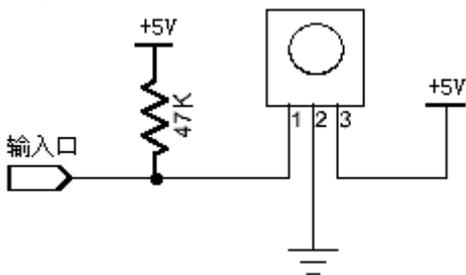

图 3.40 扩展一个红外接收传感器
利用 ASBUSB 上的模拟口或数字口可方便地扩展红外接收传感器。红外接收传感器的扩展电路见图 3.40, 其中+5V 接 ASBUSA 的 Vcc, 地接 Gnd, 输入口可以接在 ASBUSB 的任一个模拟口或数字口。例如在 PA2 口扩展一个红外接收传感器, 调用 digital port (2) 获取数据。如果在 PE5 口扩展一个红外接收传感器, 则调用 analogport (5) 获取数据。扩展的红外接收传感器可用于扩展其他方向的测障能力, 或感知其他能力风暴伙伴发来的红外信号, 可用于在捉迷藏游戏中。